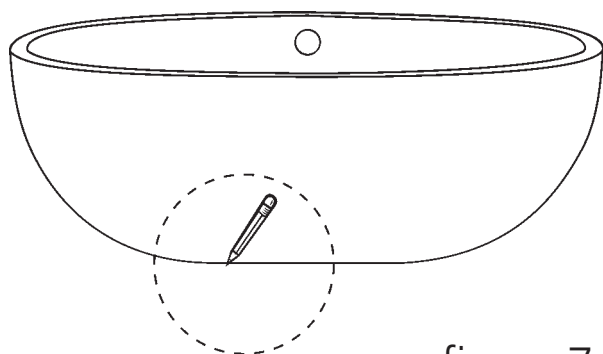

figure 7
2. Placer la baignoire au sol à l'endroit exact où vous désirez l'installer et tracer le contour à l'aide d'un crayon effaçable. (figure 7).